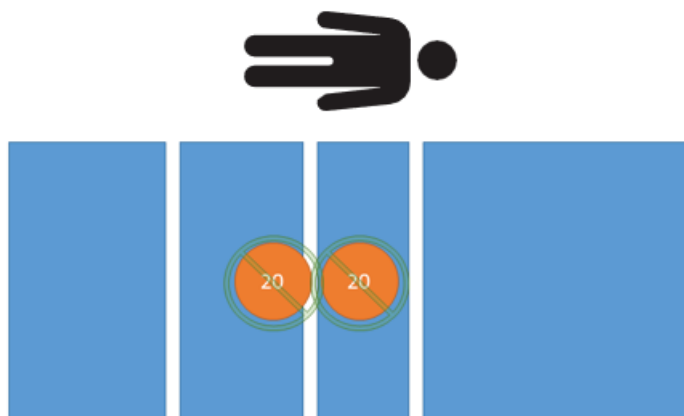

Figura 27 – Prueba de tara - 0 kg netos
1. Con ayuda de pesos calibrados, coloque 40 kg en el producto (Figura 27).
12. Con ayuda de pesos calibrados, coloque 0 kg en el producto (Figura 27).